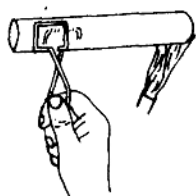

图1 烤干试管
(1) 烘干。洗净的仪器可以放在电热干燥箱(也叫烘箱)内烘干,但放进去之前应尽量把水倒净。放置仪器时,应注意使仪器的口朝下(倒置后不稳的仪器则应平放)。可以在电热干燥箱的最下层放一个搪瓷盘,以接受从仪器上滴下的水珠,使水不滴到电炉丝上,以免损坏电炉丝。
(2) 烤干。烧杯和蒸发皿可以放在石棉网上用小火烤干。试管可以直接用小火烤干(图1)。操作时,试管要略为倾斜,管口向下,并不时地来回移动试管,使水珠赶掉,烤到不见水珠时,使管口朝上,以便把水气赶尽。
(3) 晾干。洗净的仪器可倒置在干净的实验柜内(倒置后不稳定的仪器如量筒等,则应平放)或仪器架上晾干。
(4) 吹干。用压缩空气或吹风机把仪器吹干。
(5) 有机溶剂干燥。有些有机溶剂可以和水互相混溶,最常用的是酒精和丙酮。在仪器内加入少量酒精(或丙酮),把仪器倾斜,转动仪器,器壁上的水即与酒精或丙酮混合,然后倾出酒精(或丙酮)和水。最后留在仪器内的酒精(或丙酮)挥发,使仪器干燥。